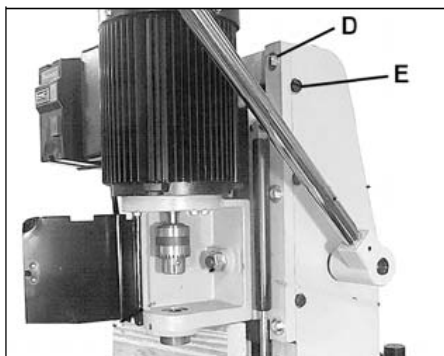

Рис. 18
Ослабьте винты (D, Рис. 18) и отрегулируйте зазор в направляющих с помощью регулировочного винта (E).